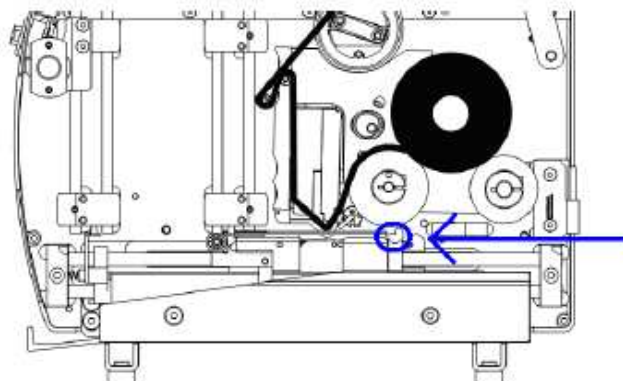

Figura 65 – Con la impresora apagada, empuje esta mordaza de acero hacia la izquierda para moverla hacia la izquierda
6. Para mover el mecanismo hacia la derecha, presione la parte del rodillo (**Figura 65**) hacia la derecha.
2. Use un paño con alcohol isopropílico o un paño que no suelte pelusa humedecido con etanol o IPA para frotar con firmeza la parte inferior del cabezal de impresión (línea térmica), a lo largo del borde que hace contacto con los portaobjetos, varias veces hasta que no se observen residuos en el paño (vea la Figura 65).